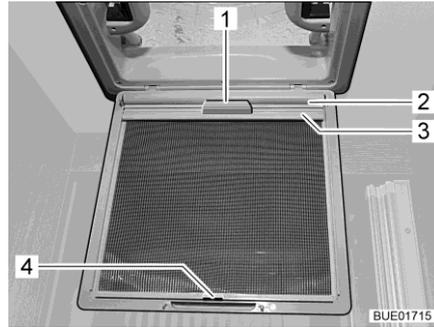

Bild 86 Verdunklungsrollo (Dachhaube)
- Verdunklungsrollo (Bild 86,2) am Griff (Bild 86,1) herausziehen und Halteleiste (Bild 86,3) in den Haken (Bild 86,4) am Insektenschutz einhängen.
- Halteleiste (Bild 86,3) vom Haken (Bild 86,4) lösen und Verdunklungsrollo (Bild 86,2) am Griff (Bild 86,1) langsam zurückführen.